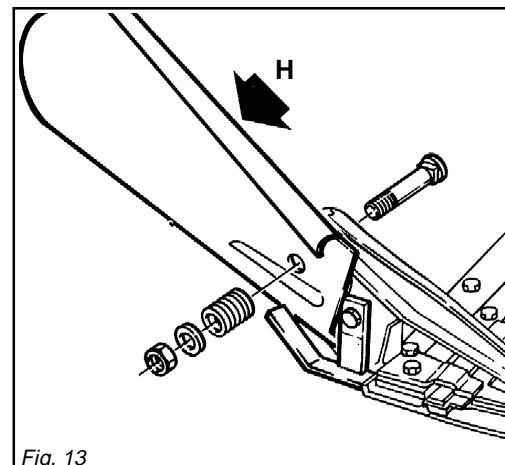

Fig. 13
- Applicare l'andana (H, Fig. 13) sulla scarpa esterna.
- Fit the move guide (H, Fig. 13) to the outer shoe.
- Das Schwadblech (H, Abb. 13) auf dem äusseren Schuh anbringen.
- Appliquer l'andaineuse(H, Fig. 13) sur la semelle extérieure.
- Aplicar la andana (H, Fig. 13) sobre la zapata externa.